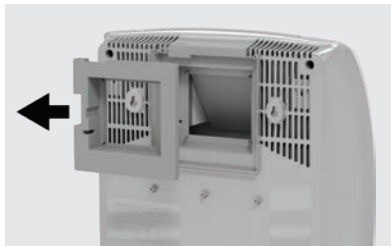

Рисунок 19
- 4. Аккуратно извлеките пенопластовый тепло-изоляционный элемент (рис. 19).